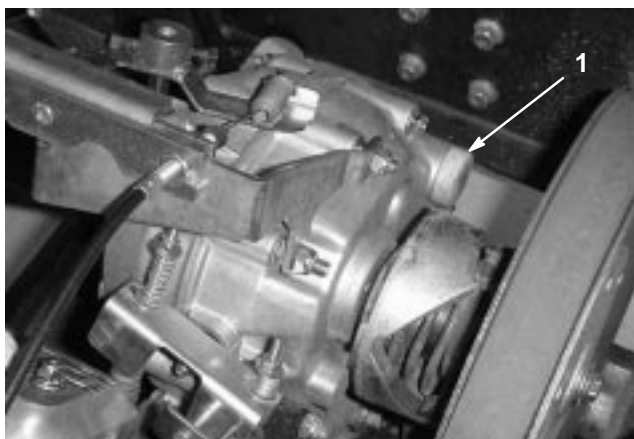

Bild 41
3. Füllen Sie das Reservoir (Bild 41) mit ca. 1,4 l SAE 10W30 Motoröl oder so weit, dass der Ölstand die Unterseite des Prüflochs erreicht (Bild 40).